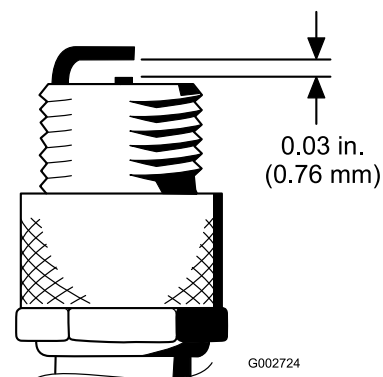

Figure 45
- Réglez l'écartement entre les électrodes centrale et latérale à 0,76 mm (Figure 45).